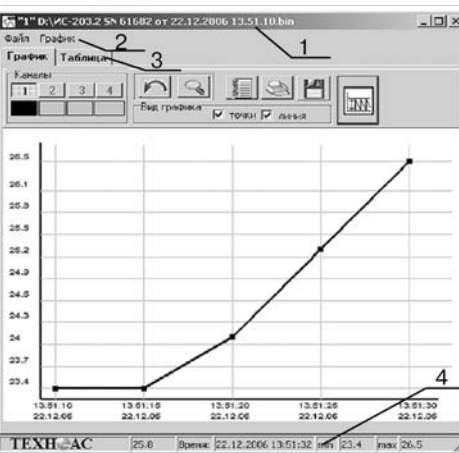

Рис.12
8.3 Открыть выделенный файл. На экране появится окно, приведенное на рис.12, где: